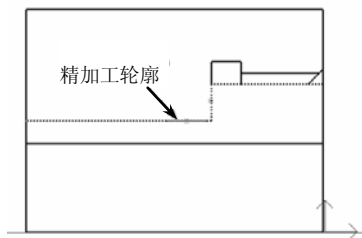

图 6-84 拾取精加工表面轮廓
(2) 拾取加工轮廓 当单击“精车参数表”对话框中的“确定”按钮后，在状态栏中系统提示拾取被加工工件表面轮廓，单击立即菜单，在其下拉菜单中选取“单个拾取”方式，拾取精加工工件表面轮廓，如图 6-84 所示，所有选择的线条都变成了红色，然后单击右键结束被加工工件表面轮廓的拾取。
(3) 确定进退刀点 指定一点作为刀具加工前和加工后所在的位置，如